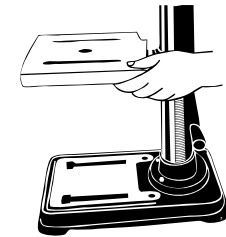

FIGURA 5
3. Aperte a braçadeira com a Alavanca da Mesa Móvel (Figura 5).